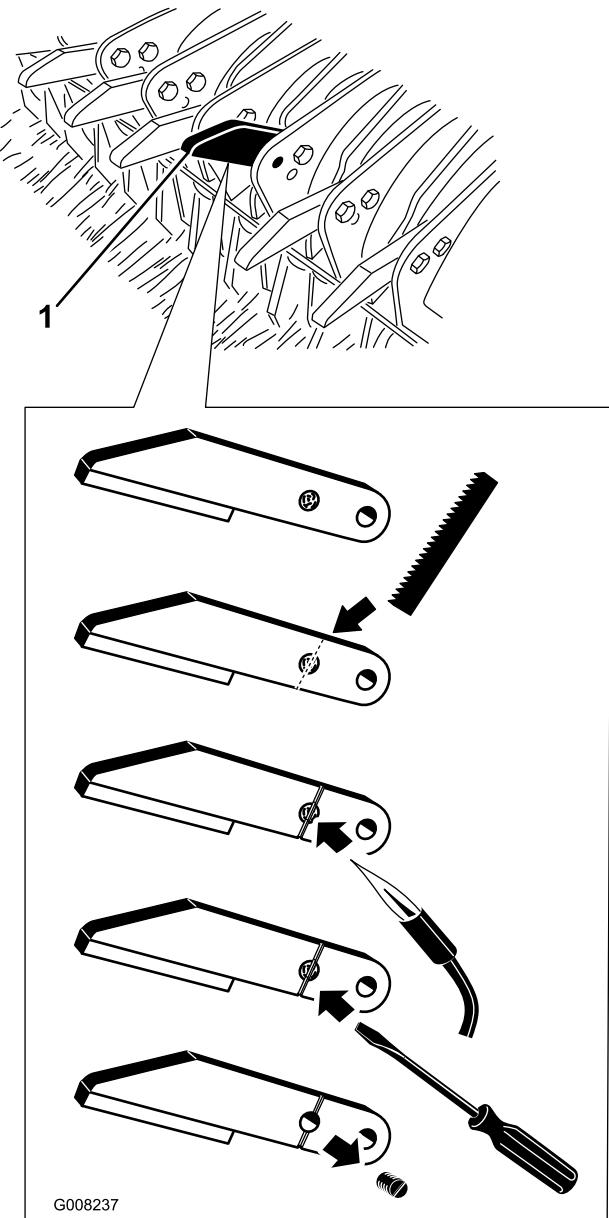

Figura 38
1. Togliete il bullone non tranciato che fissa la punta della trinciatrice alla lama (Figura 38). Togliete la punta della trinciatrice dalla lama.
2. Servendovi di una sega per metalli, tagliate una scanalatura nell'estremità tranciata del bullone e nella punta della tranciatrice (Figura 38). Controllate che la scanalatura sia sufficientemente profonda da poter inserire un cacciavite piatto.
3. Dopo aver completato la scanalatura, riscaldate il bullone tranciato con un cannetto per ammorbidire il Loctite (Figura 38).
4. Una volta ammorbidito il Loctite, sfilate il bullone dalla punta della tranciatrice (Figura 38).